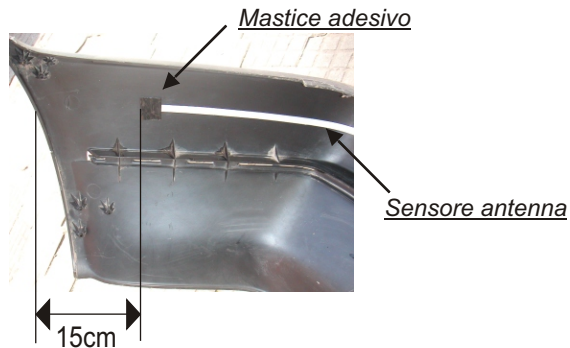

Fig. 4
Tagliare via la parte del sensore antenna non utilizzata e bloccarne bene le due estremità con lo speciale mastice adesivo in dotazione (fig.4). Applicare uno strato di antirombo a spruzzo o pennello su tutta la lunghezza del sensore antenna (consigliato). Non utilizzare silicone.
1) E' importante iniziare e finire l'applicazione del nastro a circa 15 cm da entrambe le estremità del paraurti (fig.4).